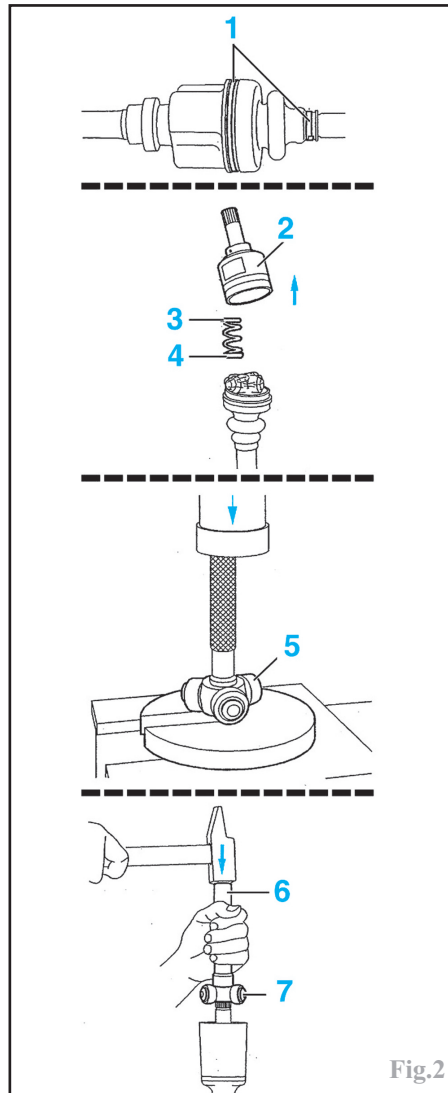

Fig.2
Desserrer ou scier et déposer les deux colliers (1) (Fig.2).